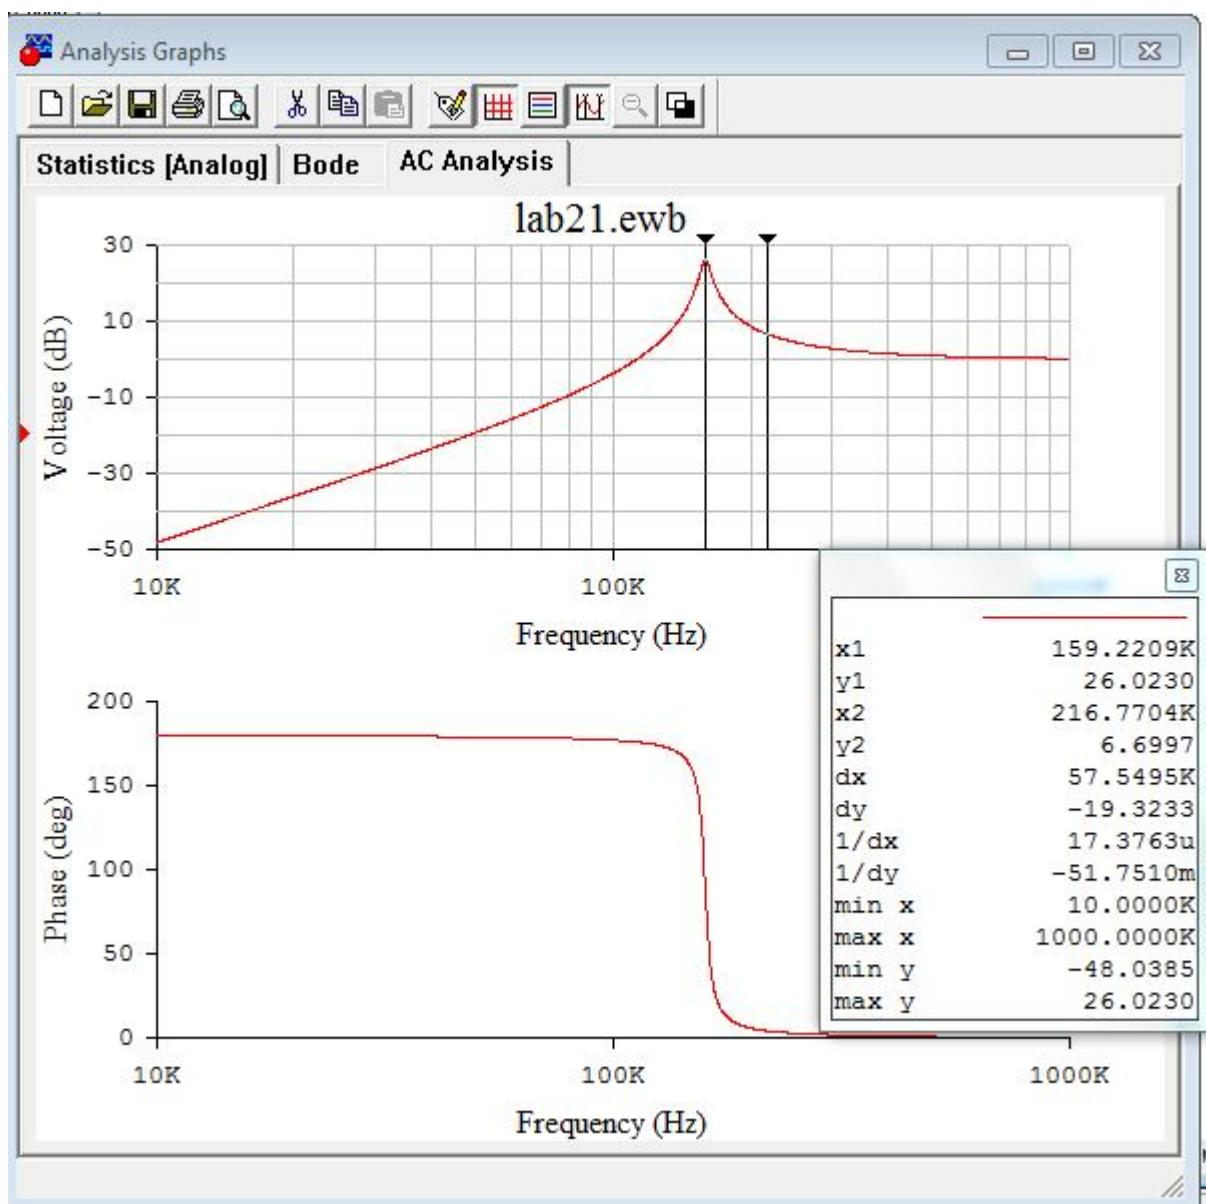

Рисунок 4.21 – Заміри резонансної частоти
4.3. Виміряти за допомогою візорів резонансну частоту, яка становить приблизно 159,22 КГц (рис. 4.21).